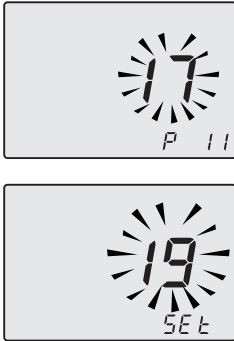

Figura 5.47
- Nel display si alternano le scritte **P11 - SEt** (Figura 5.47).